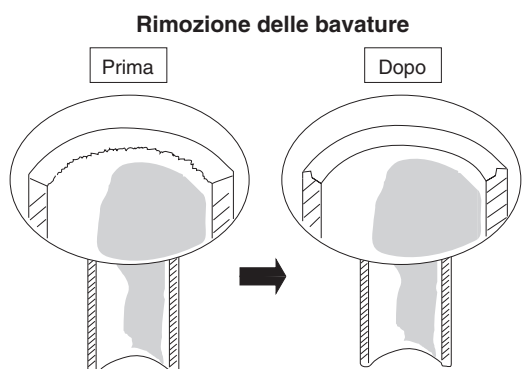

Fig. 5-1
- (1) Con un tagliatubi tagliare il tubo di rame alla lunghezza desiderata. È consigliabile tagliare da 30 a 50 cm in più rispetto alla lunghezza stimata del tubo.
- (2) Con un alesatore o una lima rimuovere le bave all'estremità del tubo appena svasato. Questa precauzione è importante e deve essere osservata con la massima attenzione per assicurare una buona svasatura. Assicurarsi di impedire l'ingresso di contaminanti (umidità, sporco, trucioli di metallo ecc.) nei tubi. (Fig. 5-1 e 5-2)